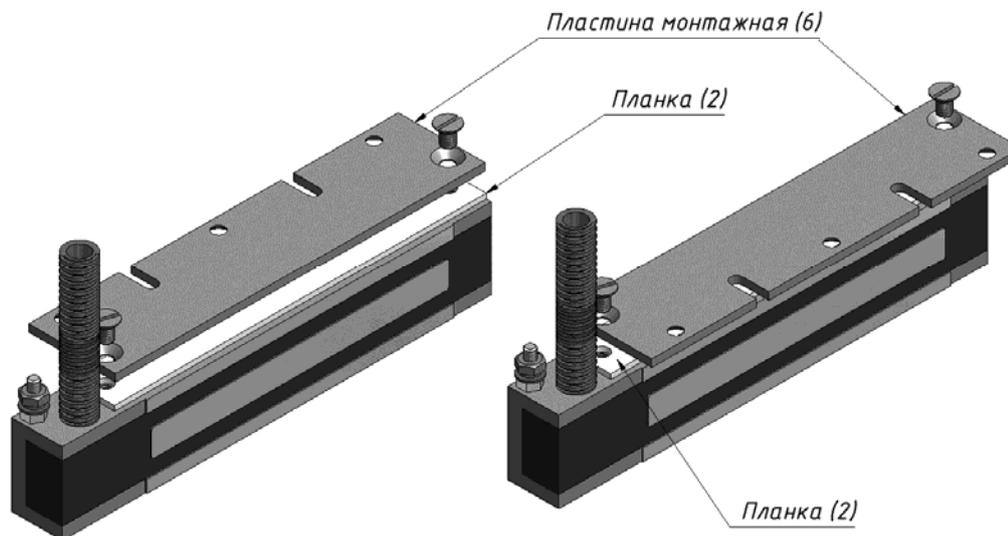

Рис.3 Варианты крепления корпуса на пластине.
5.4 Пластина (6) предназначена для крепления корпуса на дверной коробке и может устанавливаться в двух вариантах (Рис. 3).